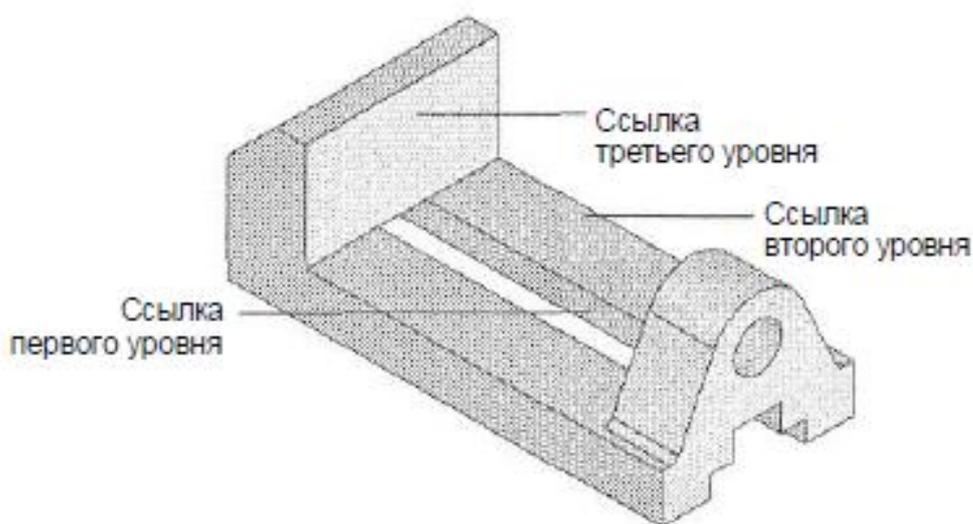

Рис. 5.10 Поверхности, выбранные для сопряжения.
2. Откройте документы деталей Vice Body (Основание тисков) и Vice jaw (Губки тисков) и определите ссылки на сопряжения в обоих документах (рис. 5.10 и 5.11).
4. Выделите плоскую поверхность, показанную на рис. 5.10, в качестве ссылки первого уровня. Выделенная поверхность будет подсвечена зеленым цветом.
6. Выделите плоскую поверхность, показанную на рис. 5.10, в качестве ссылки второго уровня. Выделенная поверхность будет подсвечена пурпурным цветом.
8. Выделите плоскую поверхность, показанную на рис. 5.10, в качестве ссылки третьего уровня. Выделенная поверхность будет подсвечена темно-красным цветом.